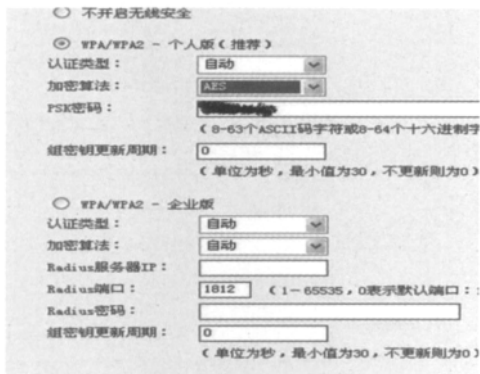

图 6
(3) 无线安全设置：为了网络的安全必要，最好设置密钥(见图6)。